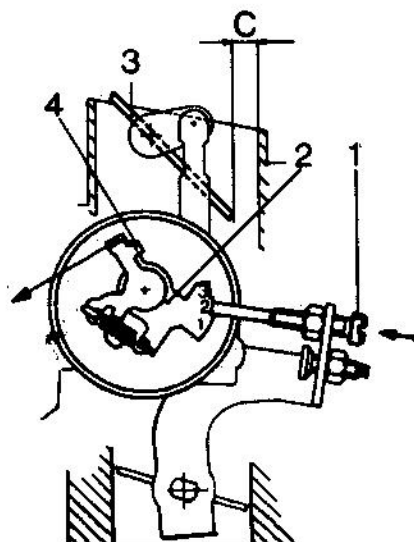

Fig. 4
- 3) Réglage came de ralenti accéléré (fig.4)
- Positionner la vis (1) sur le 2ème gradin de la came (2) et adossée au 1er (voir figure). Presser la vis afin de maintenir cette position
- Dans cette condition, l'ouverture des volets de départ (3) devra correspondre à la cote "C". La valeur de la cote est indiquée sur la fiche de réglage du carburateur en question.
- Si les conditions ci-dessus ne sont pas remplies agir sur l'appendice (4) en la déformant opportunément